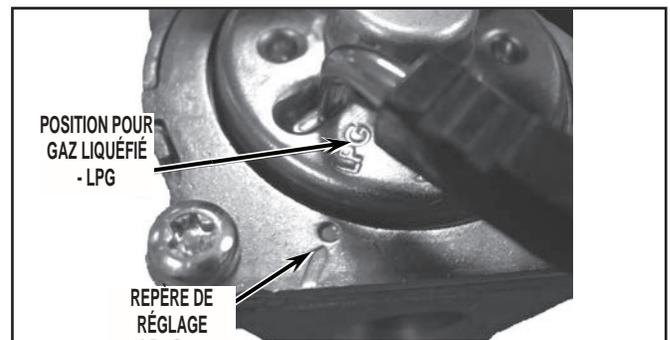

FIGURE 26
30. Faire tourner le couvercle de réglage de 25 degrés dans le sens antihoraire - aligner la marque "LPG" avec le repère de réglage sur l'électrovanne d'admission de gaz. Voir *Figure 26*.